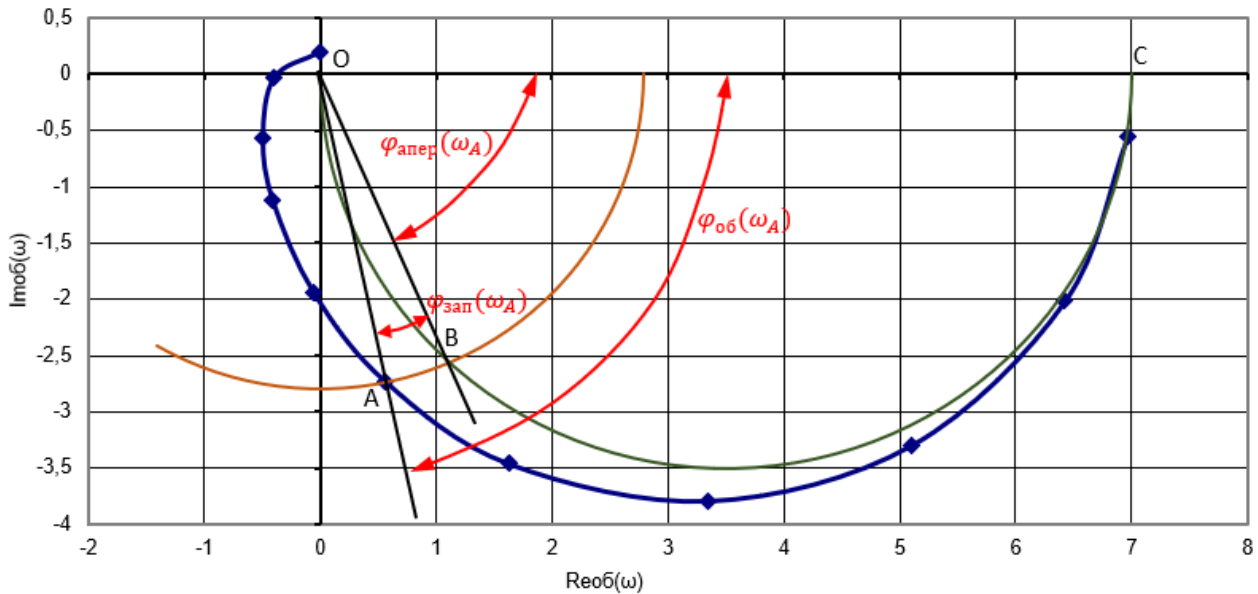

Рисунок 13 – Фазо-частотні характеристики окремих ланок та об'єкта керування
Знайдемо точку В, в якій перетинаються зелене та коричневе півкола. Так як відповідно до формули (17) амплітудно-частотна характеристика об'єкта керування не залежить від $\tau_{об}$, то на одній і тій самій частоті амплітудно-частотні характеристики статичного об'єкта керування, та аперіодичної ланки будуть співпадати. Так як довжина відрізків $|OA|$ та $|OB|$ співпадає, то частоти ω в точках А та В також будуть однакові. Проведемо півпрямі OA та OB рисунок 13. Тоді кут $\angle AOC$ буде дорівнювати фазо-частотній характеристиці об'єкта керування $\varphi_{об}(\omega_A)$, кут $\angle BOC$ буде дорівнювати фазо-частотній характеристиці аперіодичної ланки $\varphi_{апер}(\omega_A)$, а кут